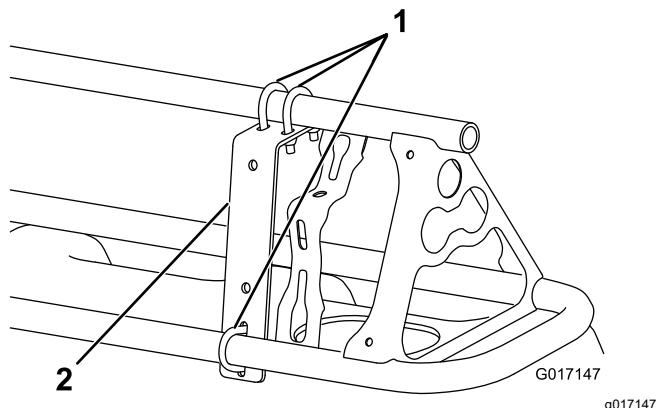
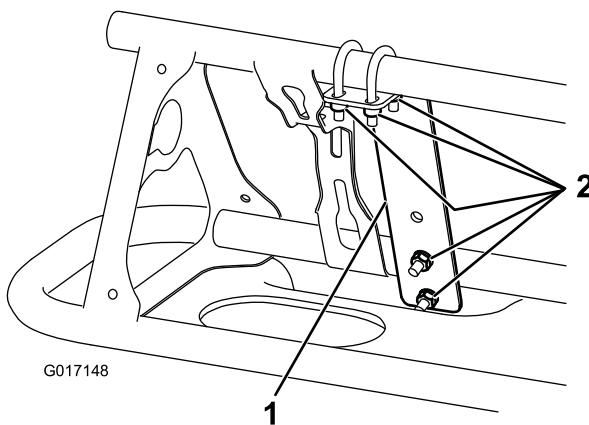

Figura 15
Figura 16
- 1. Instale um suporte de montagem na parte da frente de cada rampa perto do bico mais exterior (Figura 15 e Figura 16) com três cavilhas em U e 6 porcas de bloqueio (1/4 pol.).